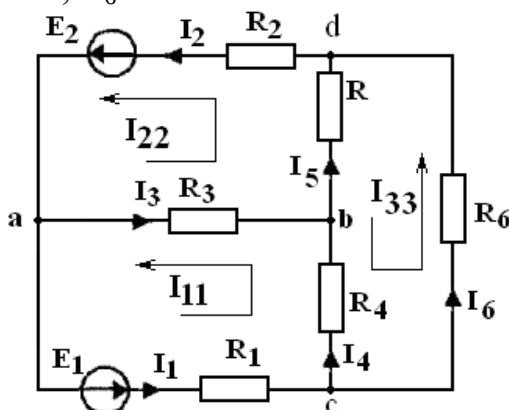

Рис.1.2. Сложная электрическая цепь
Для электрической цепи, изображенной на рис. 1.2, выполнить следующее:
2. Приписываем каждому независимому контуру свой контурный ток:  $I_{11}$ ,  $I_{22}$ , и выбираем произвольное направление каждого из них (см. рис. 1.2). Удобно выбирать направление контурных токов во всех контурах единообразно - по часовой стрелке или против, а направления обхода контуров — по контурным токам.